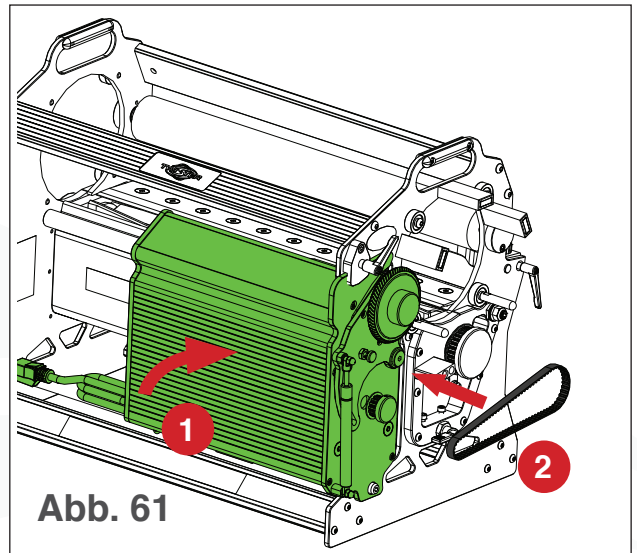

Abb. 61
1. Drehen Sie den Schaltkasten nach oben (siehe Abb. 61).
2. Platzieren Sie den Klingenriemen um die Riemenscheibe des Klingenmotors und die Klingenscheibe (siehe Abb. 61).